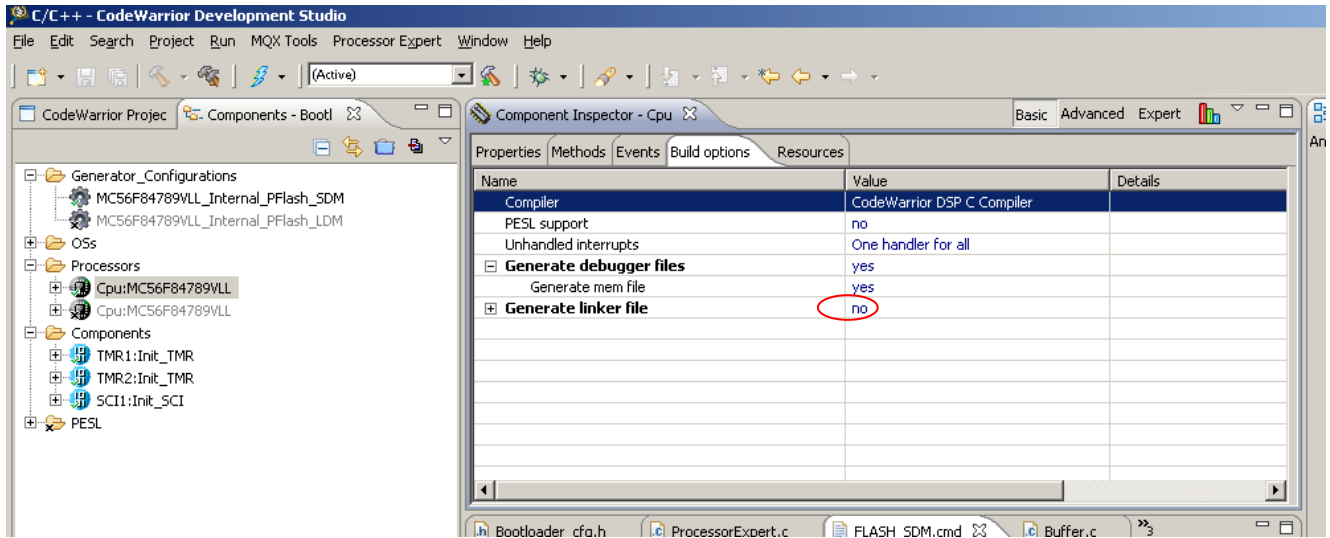

图 15. 用于禁止 PE 生成链接器文件的 PE 选项
- 应该禁止PE生成的链接器文件自动更新。图15显示了设置方法。图2所示的程序Flash中用于代码的存储范围不能超出0x1F3FF。必须在地址范围0x1F3FD-0x1F3FF内输入用户应用程序的起始地址和延迟时间。